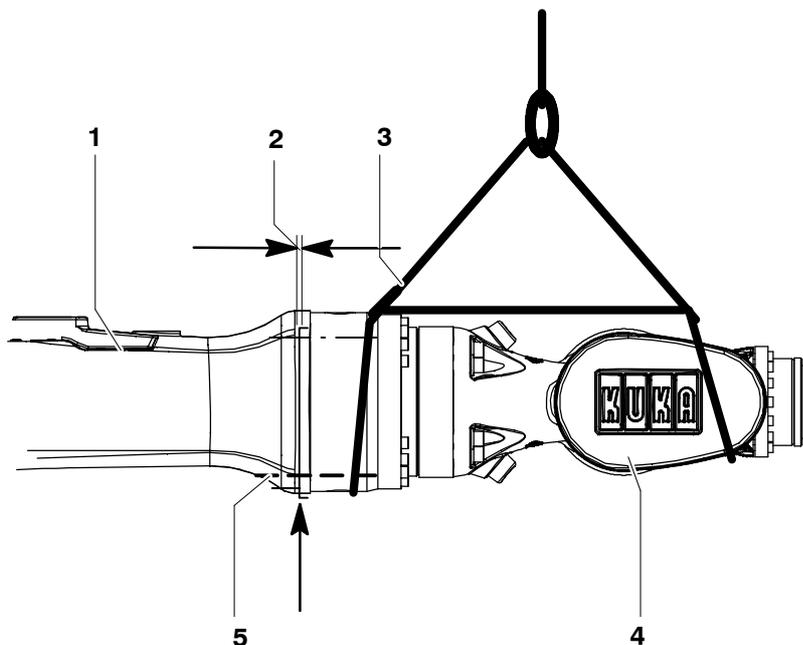

Fig. 108 Démontage et montage du poignet en ligne
- (3) Bloquer le poignet en ligne (Fig. 108/4) avec le dispositif de levage (3) ou, si ce n'est pas possible, avec une cale dans le bas.
- (4) Serrer en croix 16 vis à six pans creux M6x90-10.9 (Fig. 108/5) en travaillant avec une clé dynamométrique jusqu'à l'obtention du couple de serrage M_A prescrit en procédant par étapes ($M_A = 12,5 \text{ Nm}$).
- (5) Procéder au réglage du point zéro des axes 4, 5 et 6 (voir manuel logiciel KR C4, chapitre "Mise en service", paragraphe "Calibration/Décalibration" du robot).